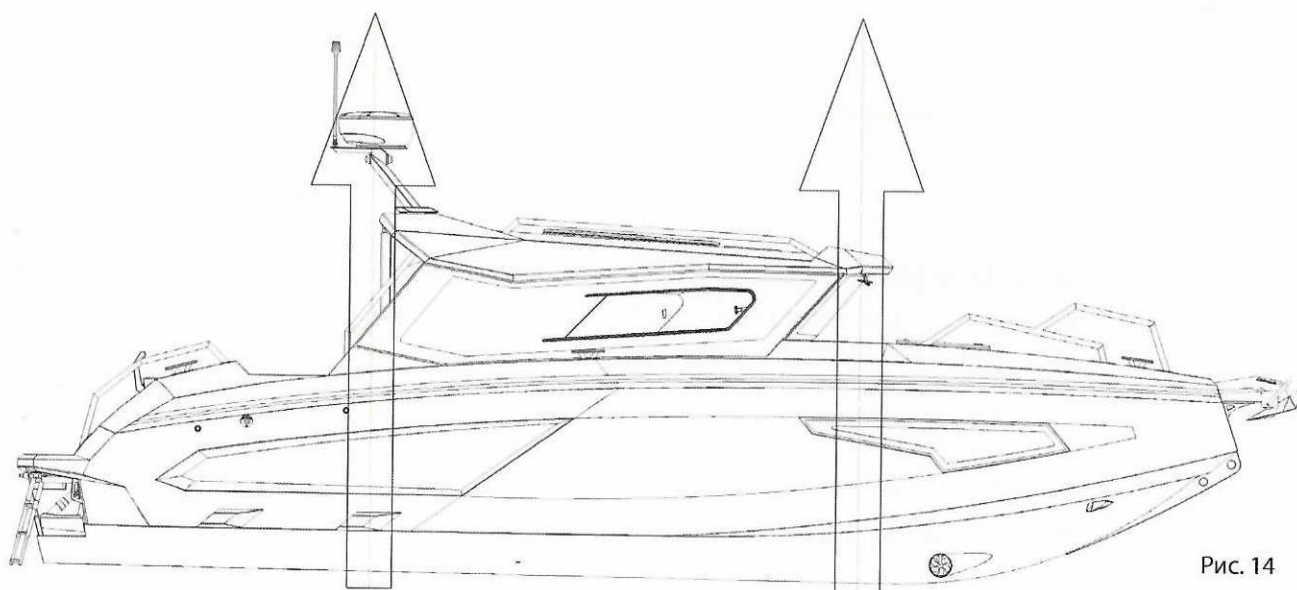

Рис. 14
- На схеме (Рис. 14) условно указано место подъема без учета веса двигателей.